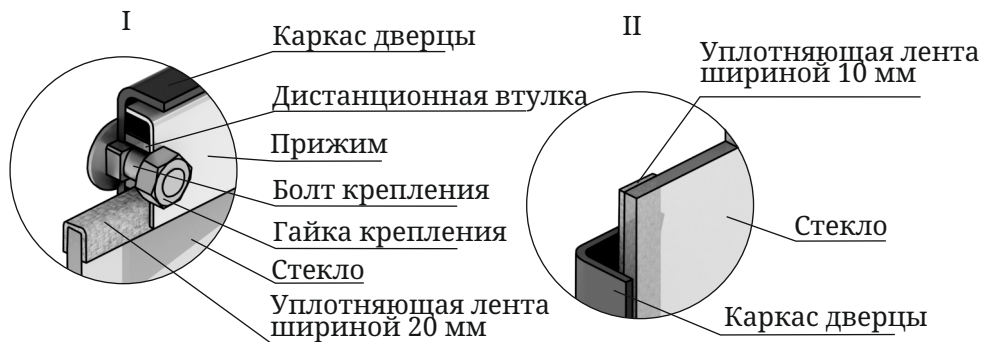

Рисунок 10. Крепление светорозрачного экрана дверцы модификации «Витра»
3. Возьмите новое стекло, если на нем нет уплотняющих лент, наклейте их: лента шириной 20 мм наклеивается сверху и снизу стекла «П»-образно (рисунок 10.И), лента шириной 10 мм наклеивается вертикально, вдоль боковых сторон стекла (рисунок 10.И).
4. Вставить стекло в упор, при этом лента наклеенная с боковых сторон (вертикальная) должна быть зажата между стеклом и каркасом двери (рисунок 10.И).